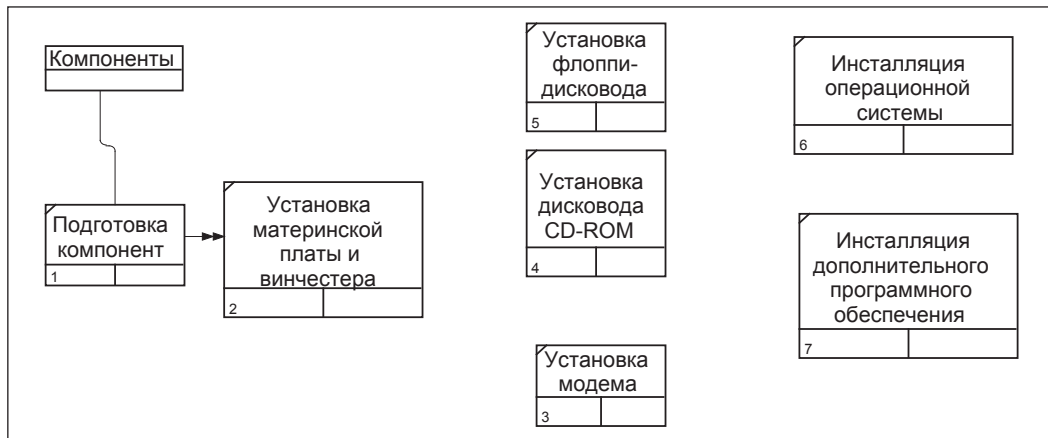

Рис. 7.2. Результат создания UOW и объекта ссылки
5. Свяжите стрелкой работы «Подготовка компонент» (выход) и «Установка материнской платы и винчестера». Измените стиль стрелки на Object Flow. В IDEF3 имя стрелки может отсутствовать, хотя VPwin показывает отсутствие имени как ошибку. Результат показан на рис. 7.2.